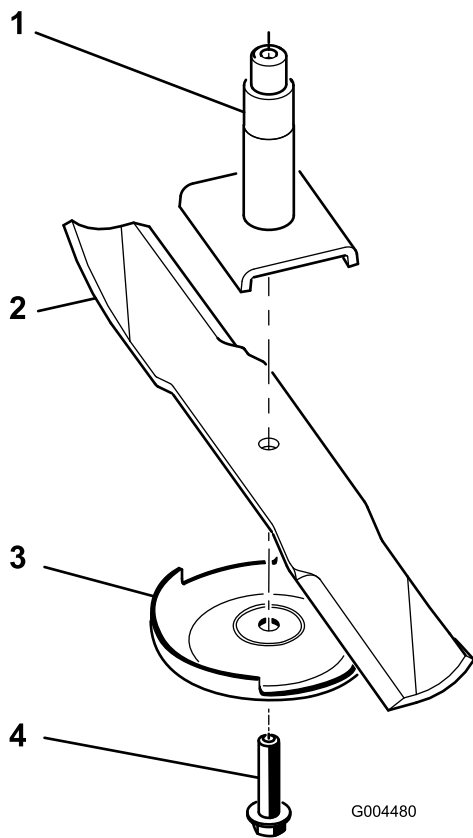

Figure 77
**Remarque:** Si la lame reste horizontale, elle est équilibrée et peut être utilisée. Si la lame est déséquilibrée, limez un peu l'extrémité de l'ailette seulement (Figure 77). Répétez cette procédure jusqu'à ce que la lame soit équilibrée.
- Placez la lame sur l'axe (Figure 77).
- Montez la plaque anti-scalp et le boulon de lame (Figure 77).